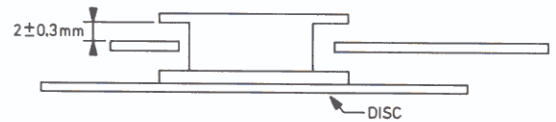

Fig. 2d
- De hoogte van de draaitafels kan per CDM verschillen. Om deze reden moet de speling van de plaataandrukker t.o.v de houder na uitwisseling van het CDM of draaitafel worden gecontroleerd. Zie fig. 2d.